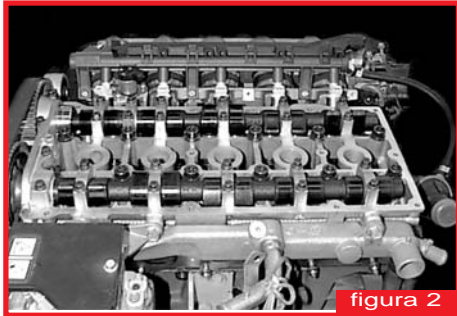

figura 2
a) o terminal 1 do sensor hall e o terminal 13 da ECU (figura 2)